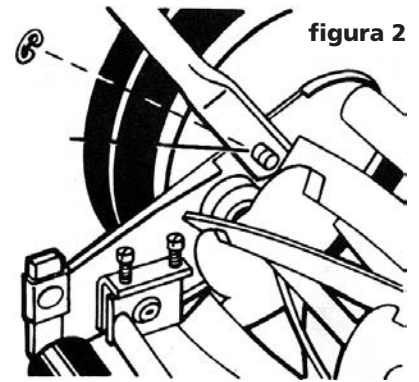

figura 2
**Instalación de la manija.** A medida que siga las instrucciones que se dan a continuación, consulte la figura 2 para información adicional.